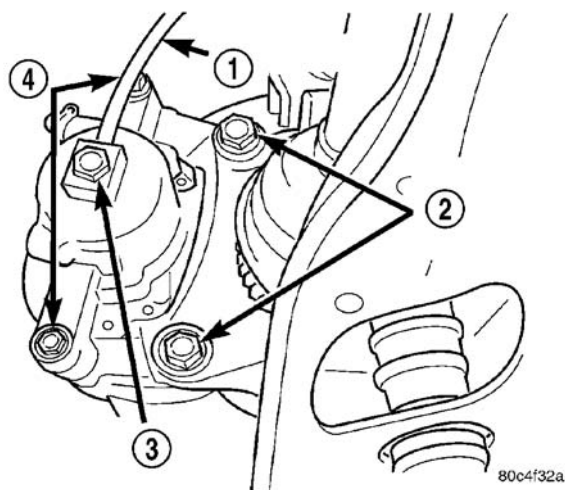
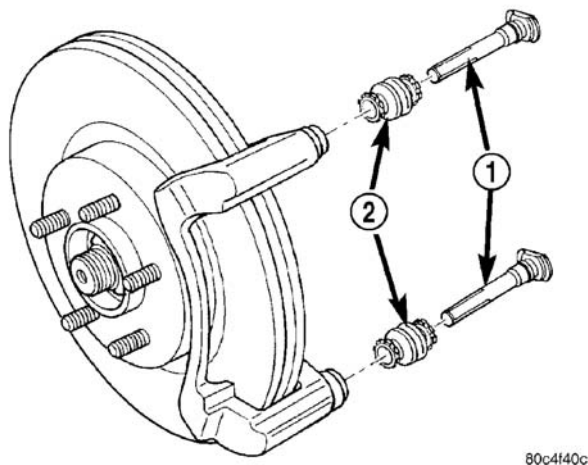

图 51 制动钳固定
图 52 导向销和防尘罩
(1) 举升车辆。参见润滑油与保养中的举升。
(2) 卸下前轮胎和车轮总成。
(3) 卸下两个制动钳导向销螺栓(图 51)。
(4) 从盘式制动器制动钳适配器卸下盘式制动器制动钳，并用线或松紧绳将其挂在一旁。挂制动钳时，小心不要使制动软管过分伸长。
(5) 从适配器卸下导向销和防尘罩，如(图 52)所示。
(1) 用随维修套件提供的小包 Sytheso GLK-1 润滑脂或同等产品润滑导向销和防尘罩内部。
(2) 将导向销和防尘罩安装在适配器中，如(图 52)所示。防尘罩有嵌入其内唇的凹槽，以安装在销和适配器上。
（4）将制动钳导向销螺栓孔与导向销对准。安装制动钳导向销螺栓并将其拧紧至 $35\text{N} \cdot \text{m}$ （26 ft.lbs.）的扭矩（图 51）。